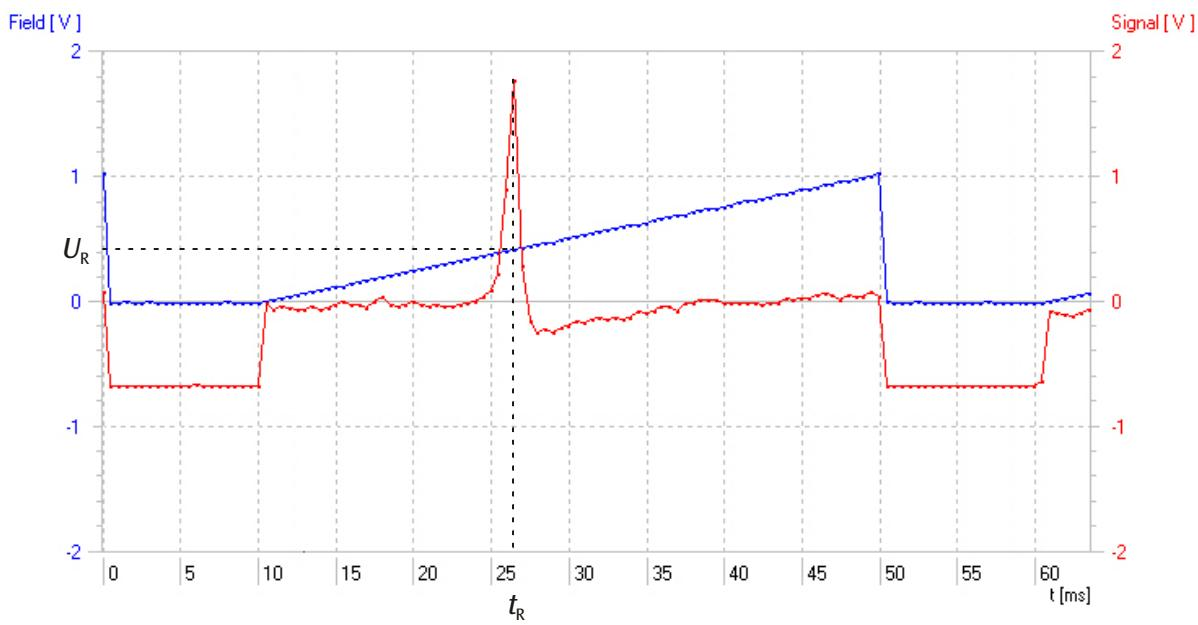

Fig. 6 Curso de la señal con 40 MHz (rojo: señal de la absorción como función de tiempo, azul: tensión de bobina como una función de tiempo)
- Se anotan la tensión de resonancia de la bobina  $U_R$  y la correspondiente frecuencia de resonancia  $v_R$  (ver Fig. 6).